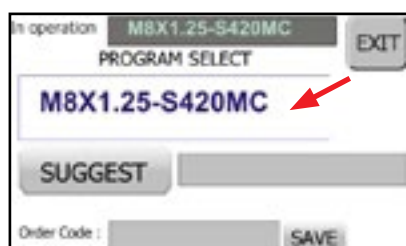
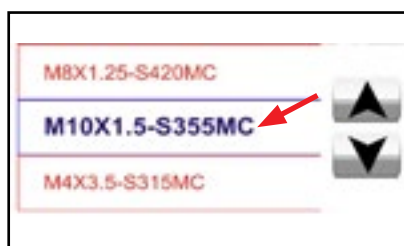

FIG. 4
FIG. 5
- Premere la casella centrale (Fig. 4). Apparirà un menu a tendina (Fig. 5)
- Selezionare un programma dal menu a tendina (Fig. 5)